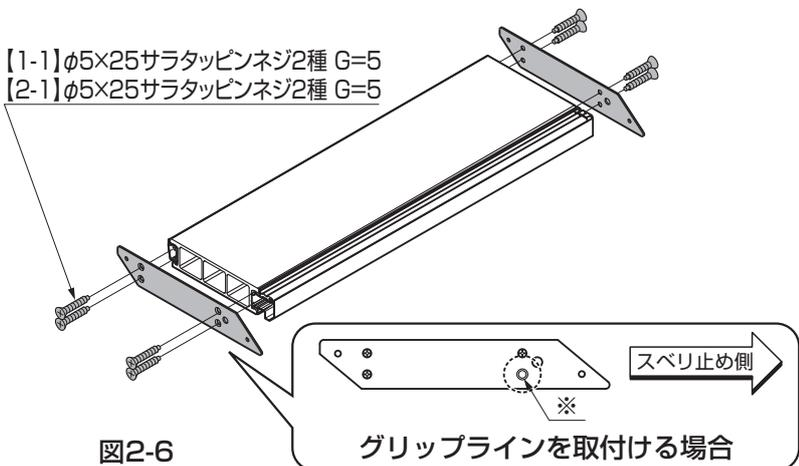

図2-6
- ② 踏板(人工木)の側面に踏板A・Bをセットし、踏板固定金具を【1-1】または【2-1】で取付けてください。(図2-6参照)
- グリップライン取付金具を取付ける場合はグリップライン取付け側のみスベリ止め側下(※)のネジ止めはしないでください。(図2-6参照)
- ① 側板に踏板を合わせ、踏板固定金具の取付け穴位置にφ4.5の下穴を加工してください。